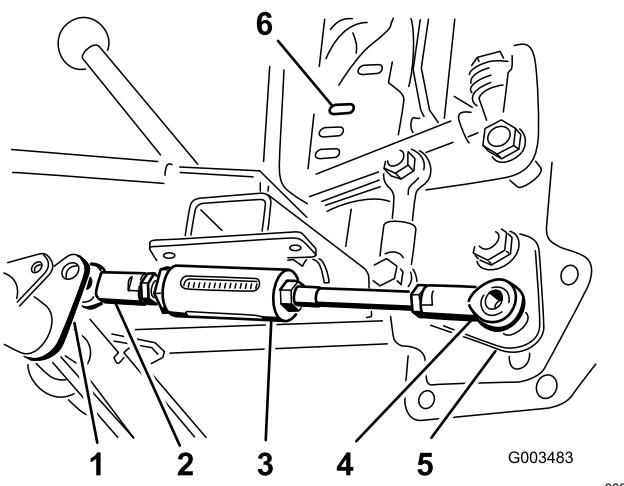

Рисунок 7
- Поместите шаровую опору короткого конца регулируемой тяги справа от рычага регулируемой тяги на шарнирной трубе (Рисунок 7).
3. Поместите шаровую опору на длинном конце узла регулируемой тяги на шпильку на нижней стороне узла рукоятки подъема и свободно закрепите ее контргайкой ($\frac{1}{2}$ дюйма) (Рисунок 7).